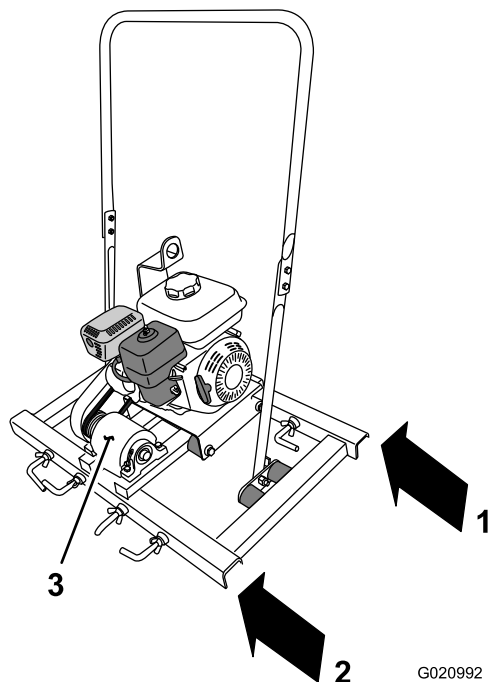
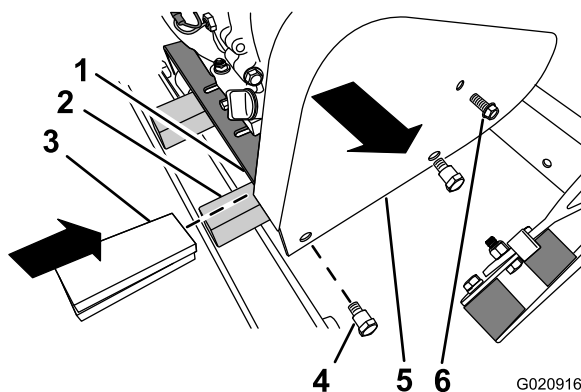
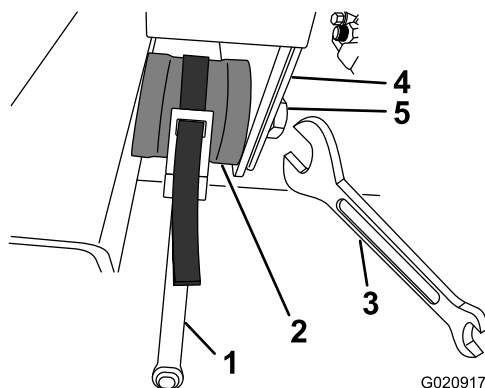
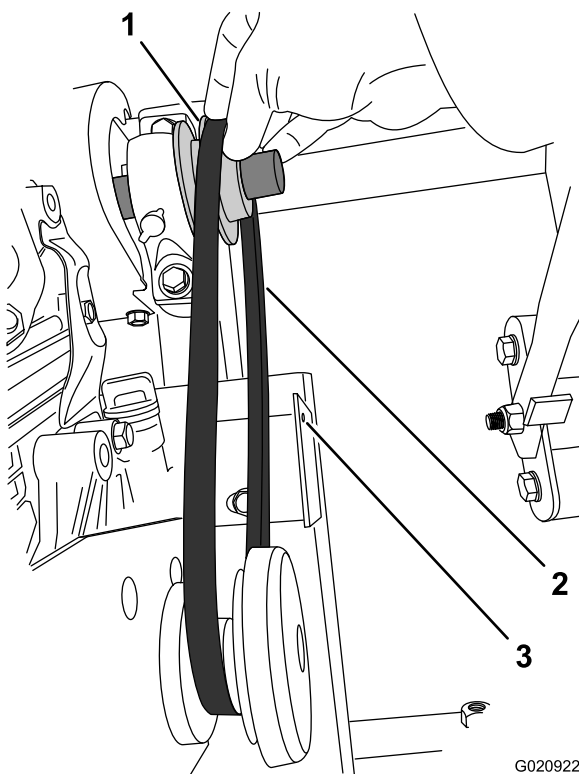

Figura 33
Figura 34
Figura 35
Figura 36
1. En la parte trasera de la máquina, localice el perfil derecho del bastidor (Figura 33 y Figura 34).
2. Introduzca un espaciador de 32 a 38 mm (1-1/4 a 1-1/2 pulgada) entre el perfil derecho y la chapa del motor (Figura 34).
3. Retire el perno (1/4 pulgada) del protector de la correa (Figura 34).
4. Retire los 2 pernos de cuello largo (3/8 pulgada) del protector de la correa y retire el protector de la correa (Figura 34).
Nota: Utilice una llave de cinta para evitar que gire el amortiguador al retirar el perno de 3/8 pulgada (Figura 35).
3. Alinee el taladro (1/4 pulgada) del protector de la correa con el taladro del soporte del protector de la correa (Figura 34 y Figura 36).
4. Enrosque el perno (1/4 pulgada) por el protector de la correa y el soporte del protector de la correa (Figura 34 y Figura 36).
5. Alinee los taladros (3/8 pulgada) del protector de la correa con las roscas de los amortiguadores (Figura 34 y Figura 35).
6. Sujete el protector de la correa a los amortiguadores con los 2 pernos de cuello largo (3/8 pulgada (Figura 34).
Nota: Utilice una llave de cinta para evitar que gire el amortiguador al apretar el perno de 3/8 pulgada (Figura 35).
8. Retire los espaciadores que están entre el perfil derecho y la chapa del motor (Figura 34).
2. Levante la correa hacia arriba y por encima del buje de la polea de la excéntrica (Figura 36).
3. Coloque la correa sobre el buje de la polea de la excéntrica (Figura 36).
2. Tire de la correa hacia la polea de la excéntrica (Figura 36).